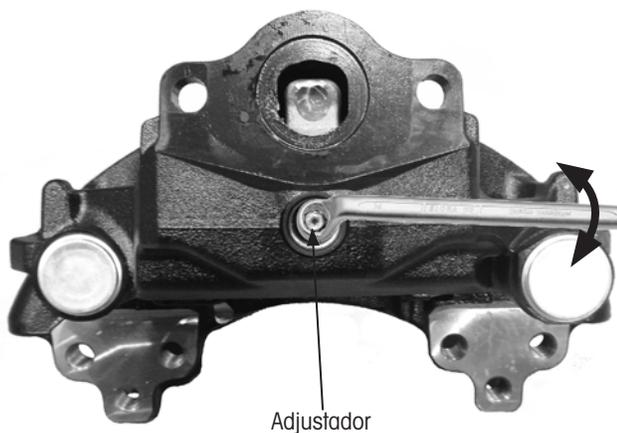

Figura 30: Revisión de movimiento del ajustador
2. Use la llave de estrías de 8 mm para **girar** el ajustador a la derecha hacia el rotor del freno (Figura 30). **Revise** si hay facilidad de movimiento al hacer esto.